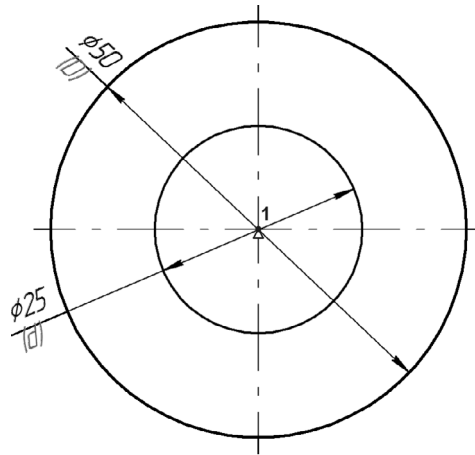

Рис. 65.6.
12. Измените значение внешнего диаметра, установив его равным 50 мм. Внутренний диаметр будет изменен в результате вычисления введенного выражения (рис. 65.6).